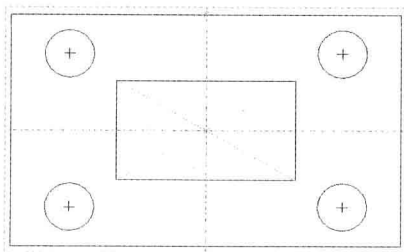

图 2-41 绘制中心矩形
Step 04 至合适位置后单击鼠标左键，绘制中心矩形，单击鼠标中键，完成中心矩形的绘制，如图 2-41 所示。